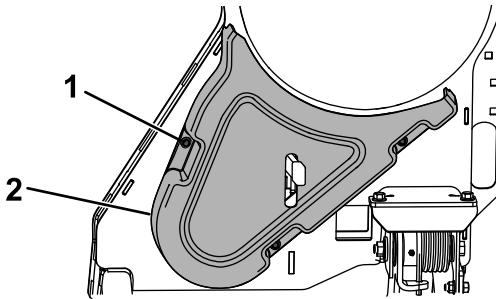

Figure 29
3. Déposez le couvercle de la courroie (Figure 29).